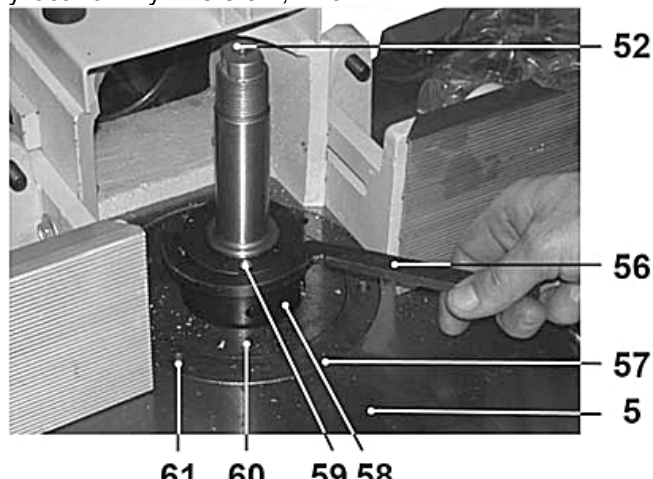

Рис. 8
8.5.4. При выполнении фрезерования не на всю высоту заготовки (например, выборка паза и т.д. - верхняя часть заготовки не обрабатывается) и при этом, высота режущей части фрезы или фрезерной головки (55) превышает размер фрезерования - необходимо извлечь кольцо (60). Опустите фрезерную головку (55) ниже плоскости рабочего стола (5), Рис.8.